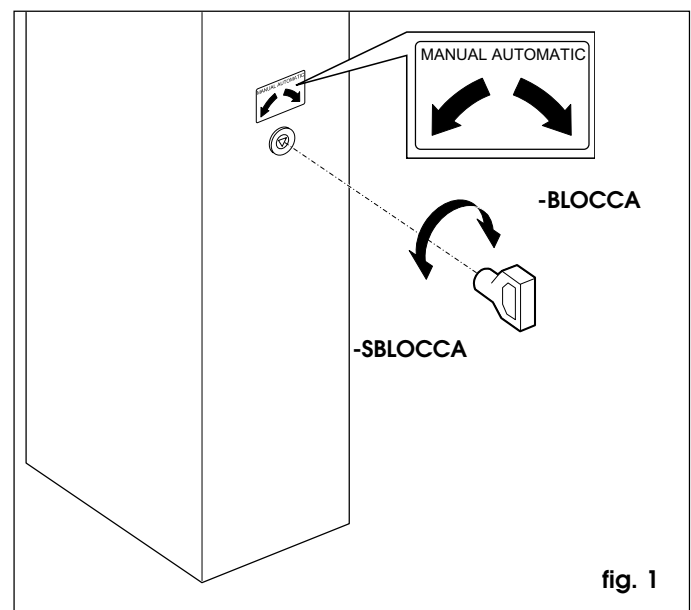

fig. 1
- Inserire la chiave triangolare (Fig.1) nella serratura e ruotarla in **senso antiorario** di 1 giro.